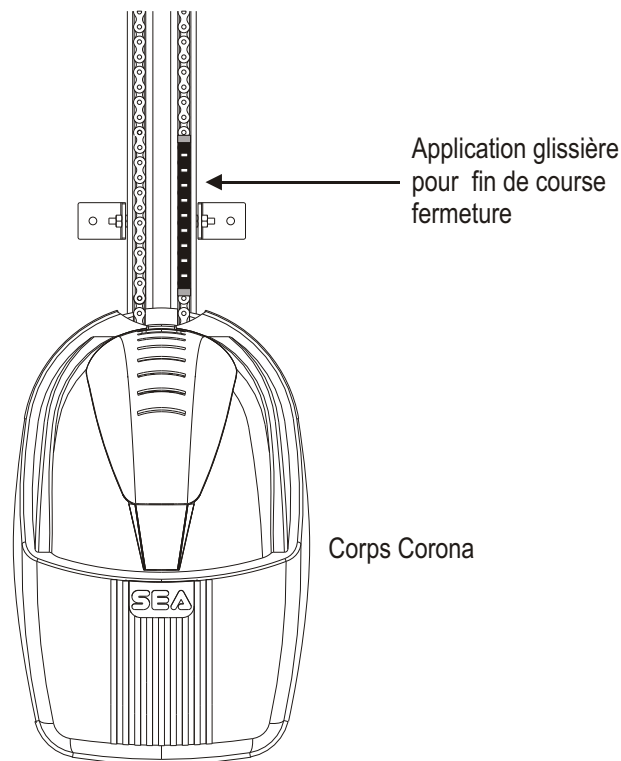

Fig. 21b
- Fixer la glissière fin de course (Fig. 20) le plus près possible au corps du Corona auprès du galet de l'interrupteur comme dans Fig. 21b.